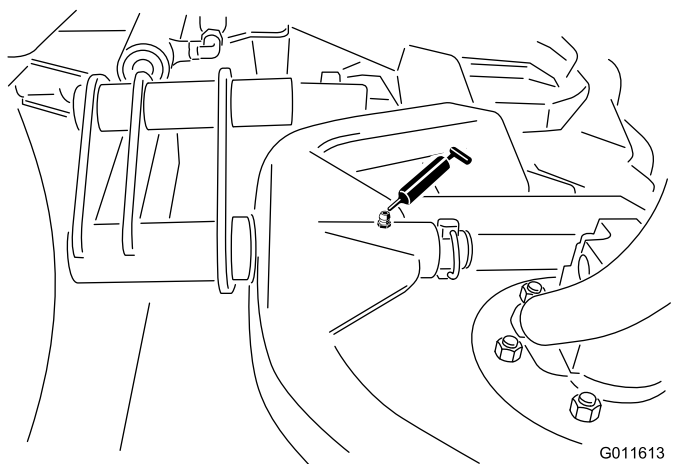

図 31
- カッティングユニットのキャリアフレームのピボット各1ー 図 31